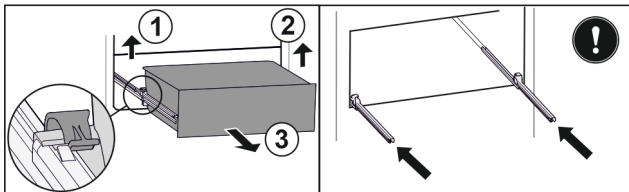

Fig. 39*
- ▶ Підняти лівий затискач і одночасно висувний ящик ліворуч потягнути вперед Fig. 39 (1).*
- ▶ Підняти правий затискач і одночасно висувний ящик праворуч потягнути вперед Fig. 39 (2).*
- ▶ Вийняти висувний ящик рухом вперед Fig. 39 (3).*